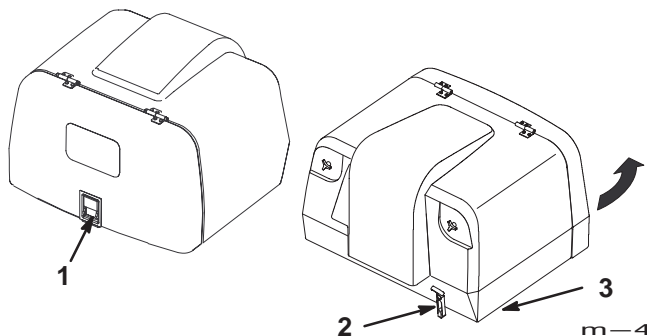

Bild 22
3. Öffnen Sie den Riegel der hinteren Klappe (Bild 22).
4. Haken Sie den vorderen Riegel des Füllkastens aus (Bild 22).
5. Heben Sie den Füllkasten an der unteren vorderen Seite an und kippen das Schnittgut aus (Bild 22).
6. Senken Sie den Füllkasten ab. Sichern Sie den Füllkasten so ab, dass die Riegel einschnappen und sichern den vorderen Riegel am Füllkasten ab (Bild 22).